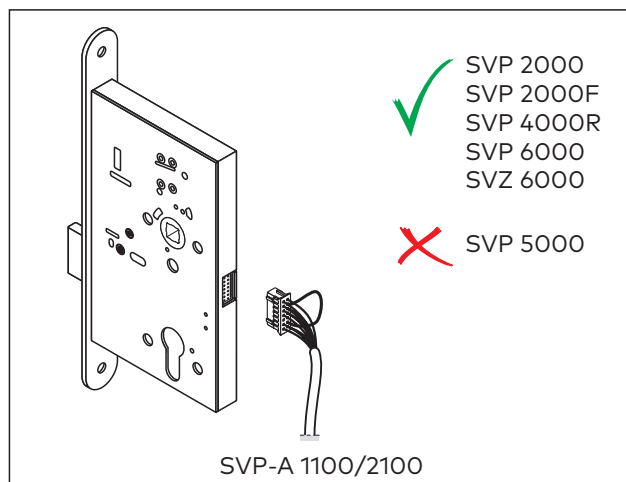

Fig. 11 Raccorder le câble
3. Raccorder le câble (Fig. 11).